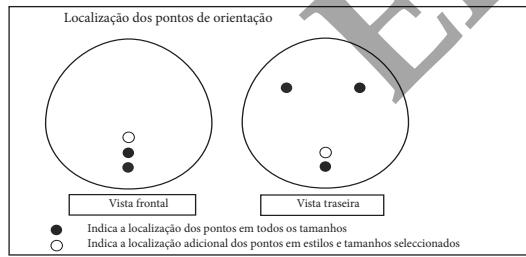

FIGURA 1
- Os implantes mamários com enchimento em gel e de lúmen único *Natrelle*®, de formato anatómico, incluem pontos de orientação para auxiliar no posicionamento correcto do implante durante a cirurgia (ver Figura 1).